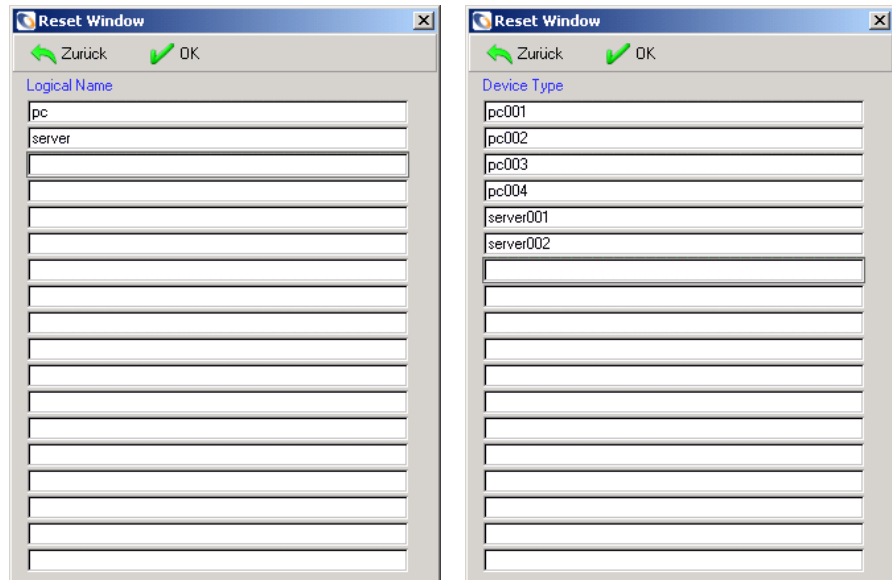

Abbildung 4-32: Listen der Gerätetypen und logischen Namen
- 3 Klicken Sie auf **Geräte**, um eine Liste der Geräte hinzuzufügen, deren Ausfallzeiten zurückgesetzt werden sollen. Klicken Sie auf **Typen**, um eine Liste der Gerätetypen anzulegen, deren Ausfallzeiten zurückgesetzt werden können. Abbildung 4-32 auf Seite 139 zeigt die Listen der logischen Namen und der Gerätetypen.